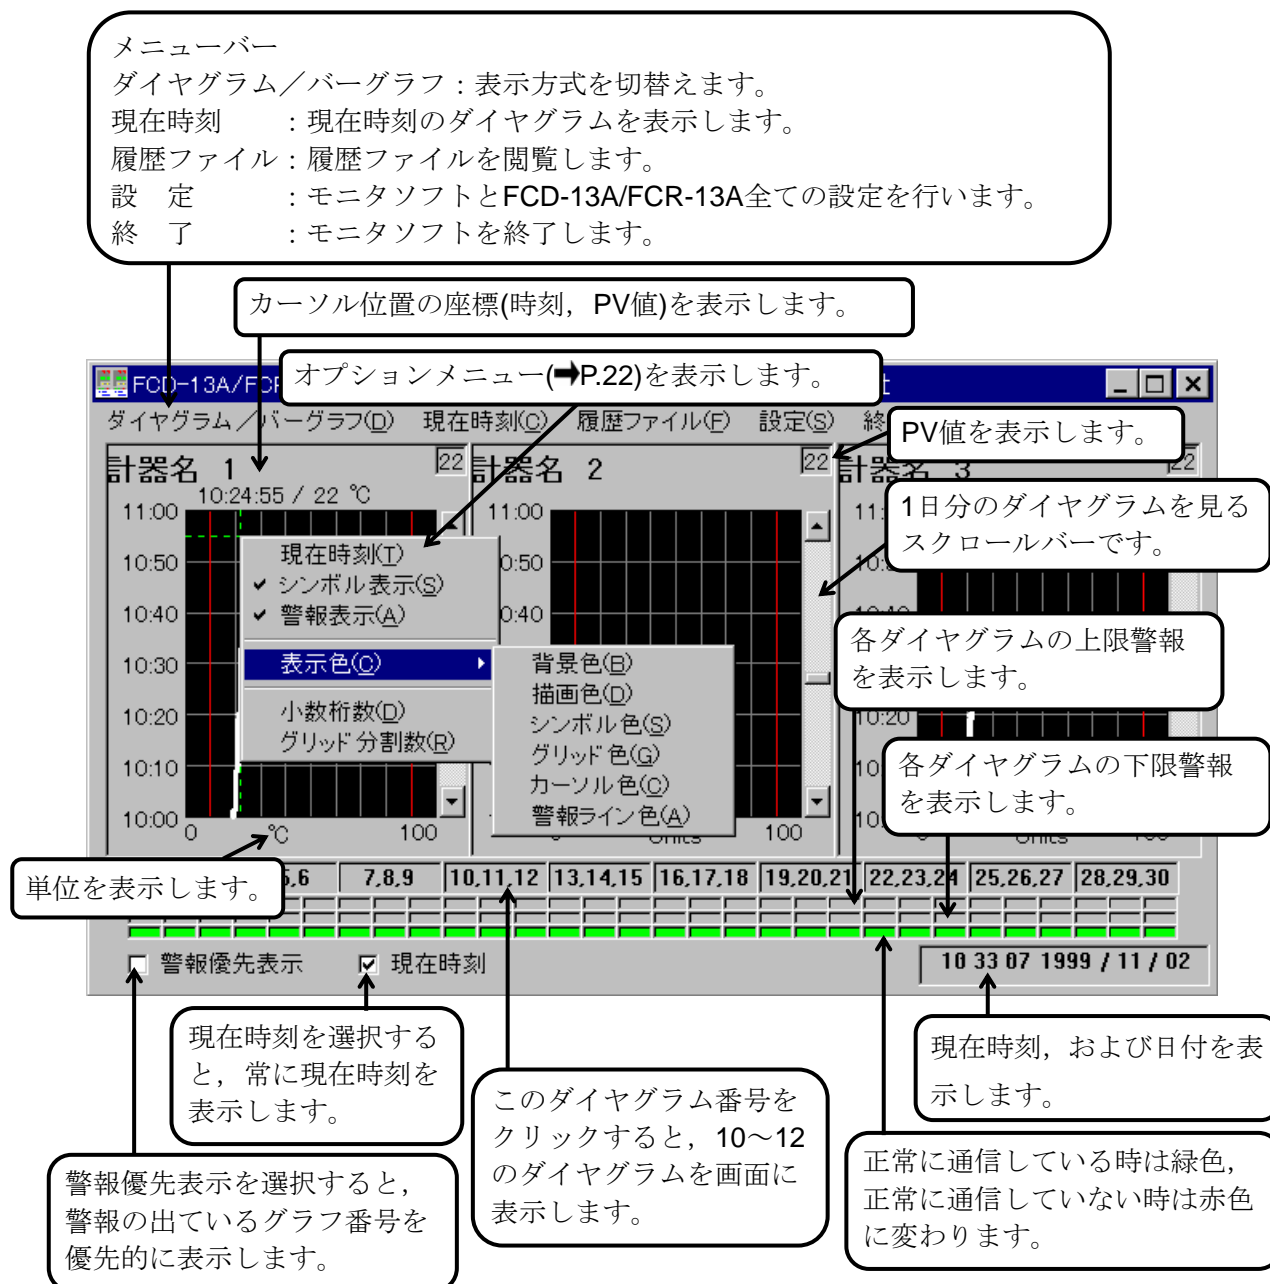

図4.1-1
- ・10グループの中から、1グループ(3チャンネル分)のダイアグラムを表示します。(図4.1-1)